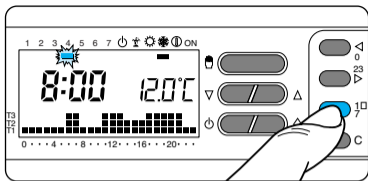

Fig. 47
**9.7** -Tramite il pulsante 1÷7 portare l'indicatore in corrispondenza del giorno prescelto (fig. 47).